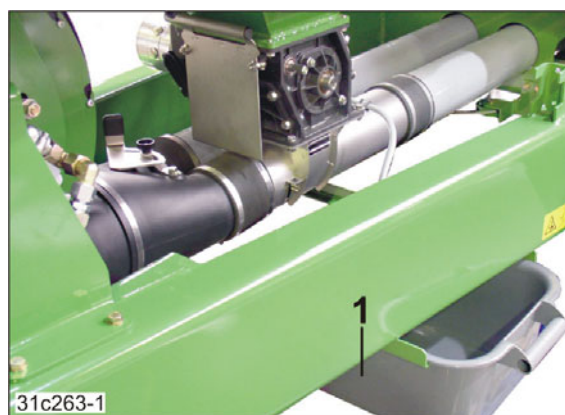

Fig. 248
1. Skub prøveudtagningsbeholderen (Fig. 248/1) ind i holderen under doseringsenheden.